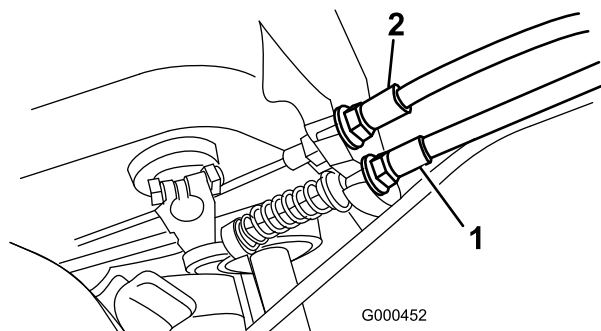

Figura 45
2. Per aumentare la tensione del cavo allentate il controdado del cavo anteriore e serrate il controdado del cavo posteriore (Figura 45) finché non occorre una forza di 5,4 – 7,2 kg. per innestare il comando della trazione.